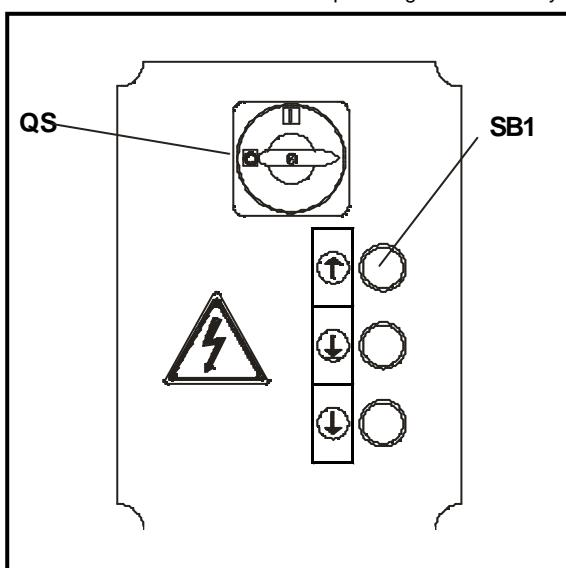

Fig.50
5) Chiudere il coperchio del quadro elettrico, ruotare l'interruttore generale (QS, Fig.50) in posizione 1, premere il pulsante di salita (rif. SB1, Fig.50) e, nel caso che, al contrario, abbaini la discesa dei carrelli, invertire tra loro 2 fasi dell'alimentazione.
5) Close the cover of the electric box, turn the main switch (QS, Fig.50) to position 1, press the up push button (ref. SB1, Fig.49) and, if the carriage goes down, reverse the 2 power supply phases. The direction of motor rotation should be the one shown by the arrow on the pump.